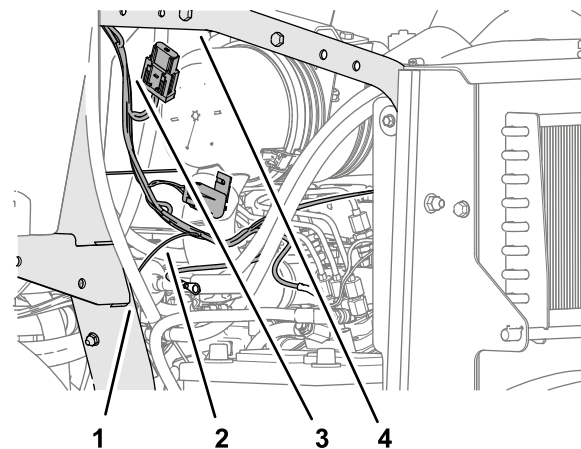

図 7
1. 機体の左側で、電源ハーネスのうちでタブ端子コネクタのついている枝線をエンジンの前方およびROPSの下部チューブに向けて引き出す 図 7。
3. 電源ハーネスのうち、2ピンコネクタ、ピンコネクタ、8ソケットコネクタのついている枝線を、下側 ROPS チューブに沿って上方に、サポートチューブまで導く図 7。